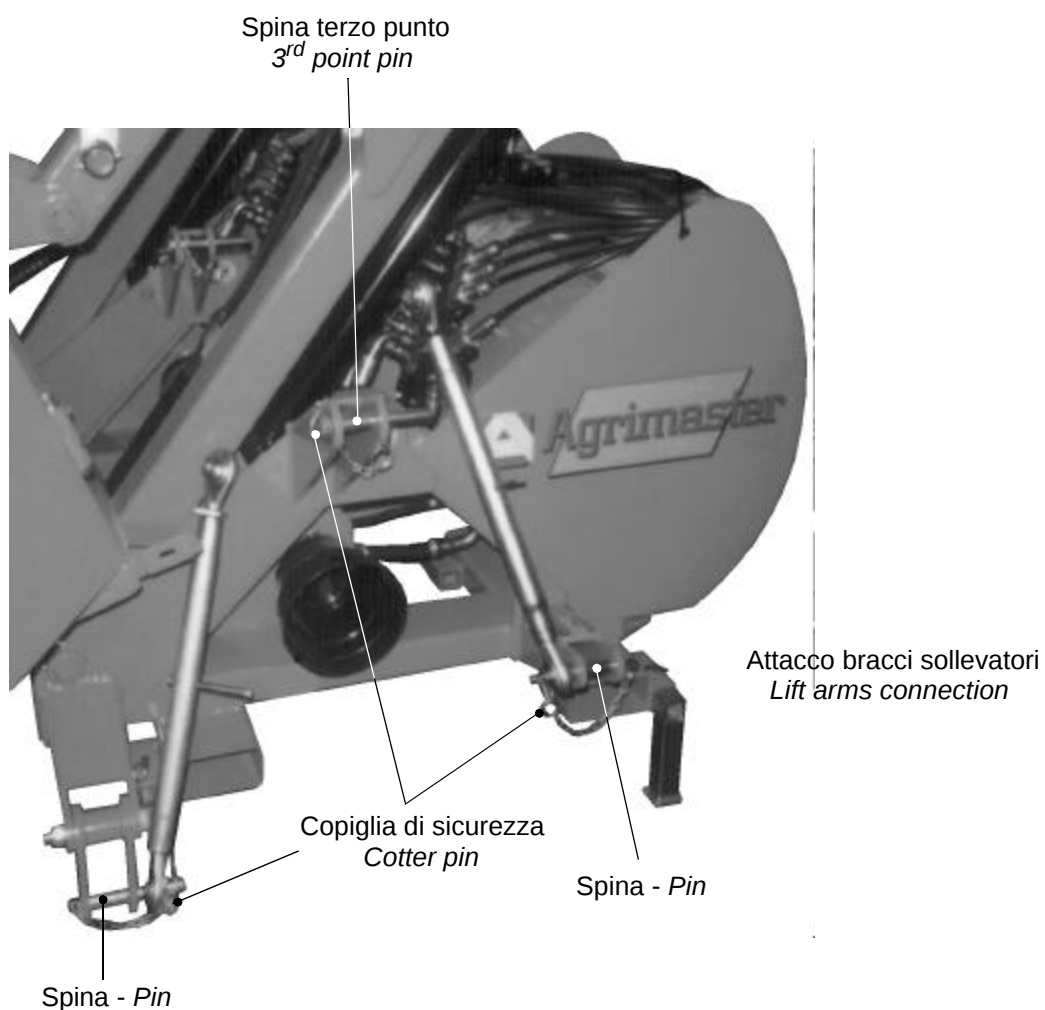

Fig. 4-2 Punti di collegamento alla trattrice - Tractor connection points
4.1.1 Collegamento alla trattoria (Fig. 4-2)
4.1.1 Tractor connection (Fig. 4-2)